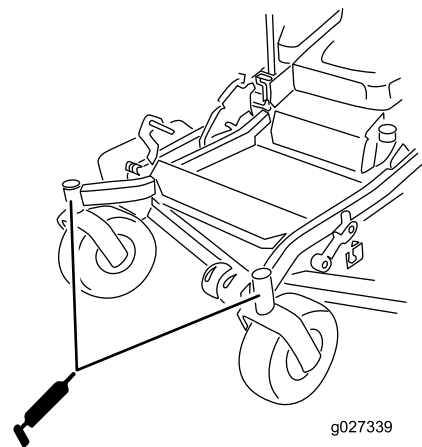

Figura 44
11. Instale el tapón hexagonal y la tapa (Figura 44).